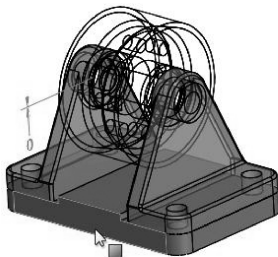

图 5-63 选择公差装配体
- 在随后显示的【装配体顺序】属性面板中单击【下一步】按钮, 然后选择底座板作为公差装配体, 如图 5-63 所示。